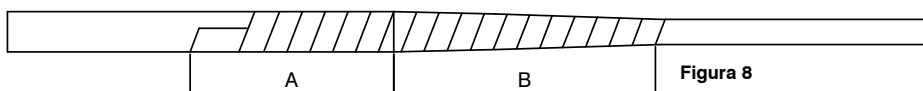

Figura 8
- Concluída esta etapa, deve ser utilizada fita de alta tensão (autofusão), também três camadas com sobreposição de 50% e a primeira camada não deve ser tracionada, a segunda deve ser levemente tracionada e a última deve ser normalmente tracionada, em seguida deve ser utilizada três camadas de fita isolante também com sobreposição de 50% e todas camadas devem ser tracionadas, conforme a figura 8 e figura 9: